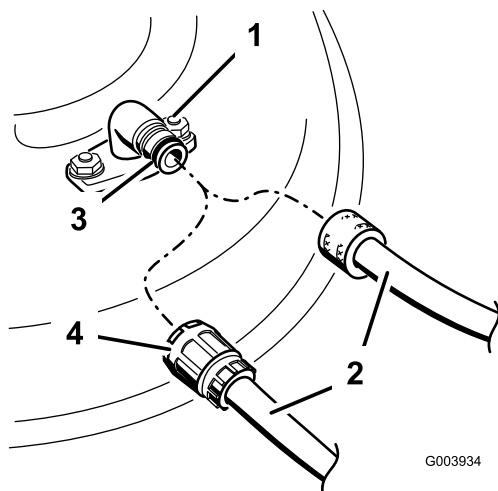

Figure 72
3. Branchez le raccord du tuyau au raccord de lavage du plateau de coupe et ouvrez l'eau en grand (Figure 72).